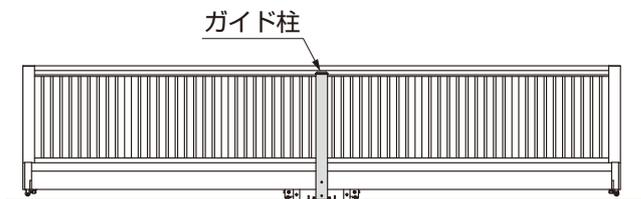

図8-5
- 戸車が戸車ガイドの傾斜面に接しない場合は、本体をガイド柱に対して中央になるように戻してください。ガイド柱に対し、中央に戻さないと調整ができません。(図8-5参照)